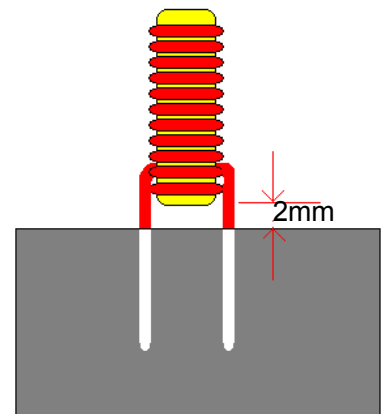

图 8.1
4.2 焊锡：将脚垂直插入锡槽，焊锡深度依图面要求。例图 8.1。